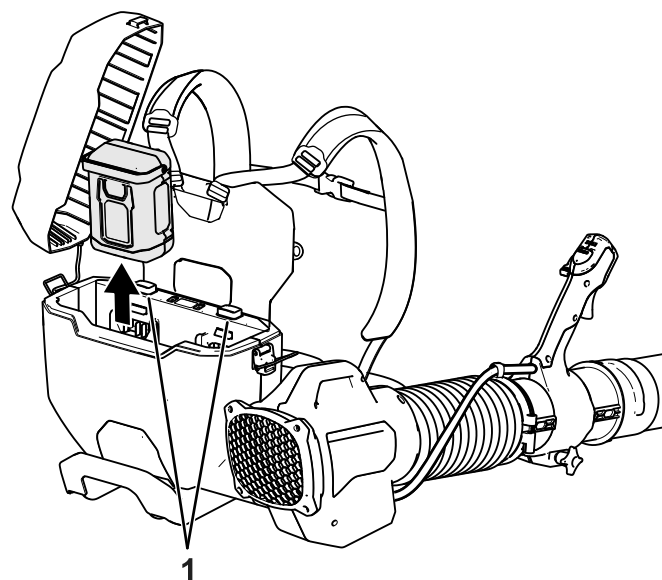

Figura 22
3. Premete il pulsante di bloccaggio della batteria e sollevate la batteria (o le batterie) rimuovendole dallo zaino (Figura 22).